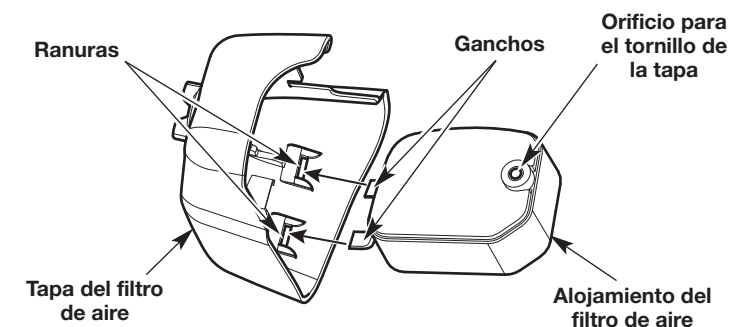

Fig. 34
7. Inserte los ganchos del alojamiento del filtro de aire dentro de las ranuras de la tapa del filtro de aire (Fig. 34).
8. Debe girar la tapa del filtro de aire hacia la derecha y alinear el tornillo de la cubierta con el orificio destinado a dicho tornillo (Fig. 34). Apriete el tornillo de la tapa para sujetar dicha tapa.